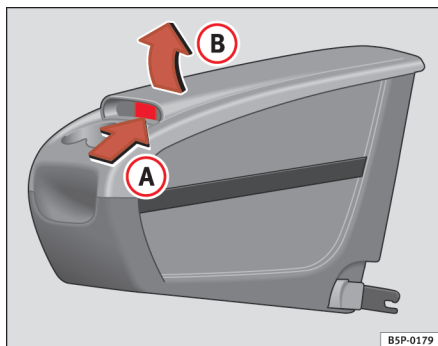

Fig. 114 Ekstra opbevaringsrum. Åbning
- Løft op i afdækningen **(B)** i området **(A)** ⇒ fig. 114.